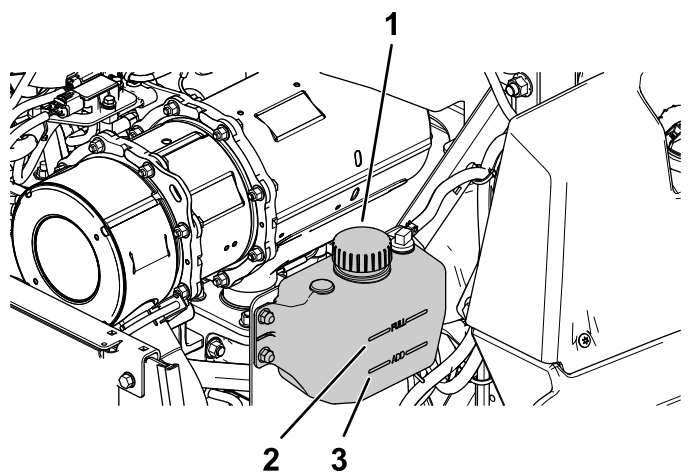

Figure 57
4. Vérifiez le niveau du liquide de refroidissement dans le vase d'expansion (Figure 57).
5. Si le niveau du liquide de refroidissement est trop bas, enlevez le bouchon du vase d'expansion et faites l'appoint avec le liquide spécifié (Figure 57).